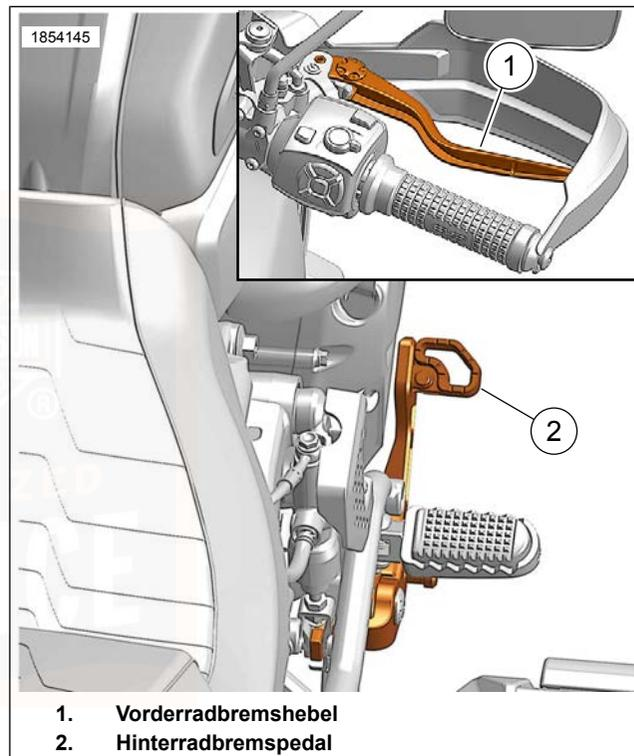

Abbildung 42. Bedienungselemente für Bremsen
Siehe Abbildung 42. Mit dem Vorderradbremshebel (1) wird die Vorderradbremse betätigt. Der Hebel befindet sich am rechten Lenker. Den Handhebel mit den Fingern der rechten Hand betätigen.
Siehe Abbildung 42. Mit dem Hinterradbremspedal (2) wird die Hinterradbremse betätigt. Das Pedal befindet sich auf der rechten Seite. Das Hinterradbremspedal mit dem rechten Fuß betätigen.